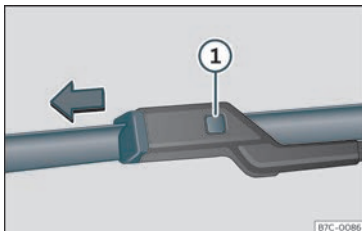

Fig. 41 Substituição das escovas limpa-vidros.
- Mantenha pressionado o botão de desbloqueio >>> Fig. 41 ❶ puxando ligeiramente pela escova no sentido da seta.